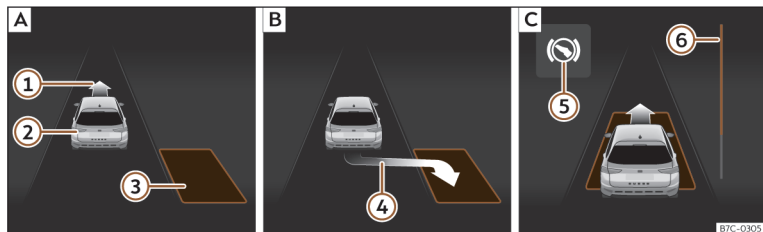
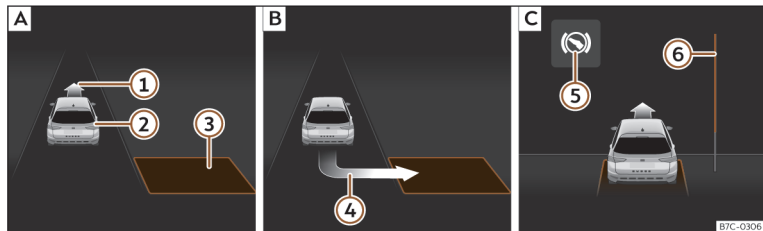

Fig. 137 No ecrã do painel de instrumentos: estacionar em paralelo. **[A]**: Procurar um lugar de estacionamento. **[B]**: Posição para estacionar. **[C]**: Manobrar.
Fig. 138 No ecrã do painel de instrumentos: estacionar em espinha. **[A]**: Procurar um lugar de estacionamento. **[B]**: Posição para estacionar. **[C]**: Manobrar.
para estacionar >>> **Fig. 137 [B]** ou >>> **Fig. 138 [B]**. O lugar foi considerado “apropriado” se no ecrã do painel de instrumentos aparecer a indicação de estacionar ④.
● Retroceda até o sinal contínuo do ParkPilot soar; **OU:** retroceda até aparecer a indicação de marcha à frente no ecrã do painel de instrumentos >>> **Fig. 137**  ou >>> **Fig. 138** ; **OU:** retroceda até aparecer a mensagem **Park Assist finalizado** no ecrã do painel de instrumentos. A barra de progresso  indica a distância a percorrer.
● Faça marcha à frente até soar o sinal contínuo do ParkPilot; **OU:** faça marcha à frente até aparecer a indicação de fazer marcha-atrás no ecrã do painel de instrumentos. O sistema de estacionamento assistido manobra o veículo em frente e em marcha-atrás até centrá-lo no lugar >>> **Fig. 137**  ou >>> **Fig. 138** .
A barra de progresso >>> **Fig. 137**  e >>> **Fig. 138**  mostra simbolicamente no ecrã do painel de instrumentos a distância relativa que ainda falta percorrer. Quanto maior for a distância, mais cheia está a barra de progresso. Ao circular em marcha à frente, o conteúdo da barra de progresso diminui para cima, e ao circular marcha-atrás, diminui para baixo.